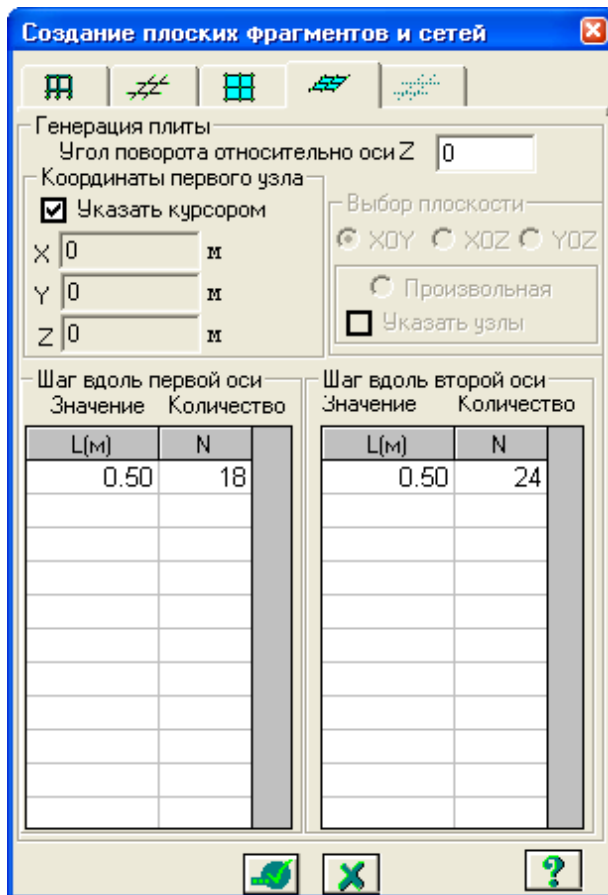

Рис.4.4. Диалоговое окно **Создание плоских фрагментов и сетей**
- В таблице диалогового окна (рис.4.4) задайте параметры плиты перекрытия: